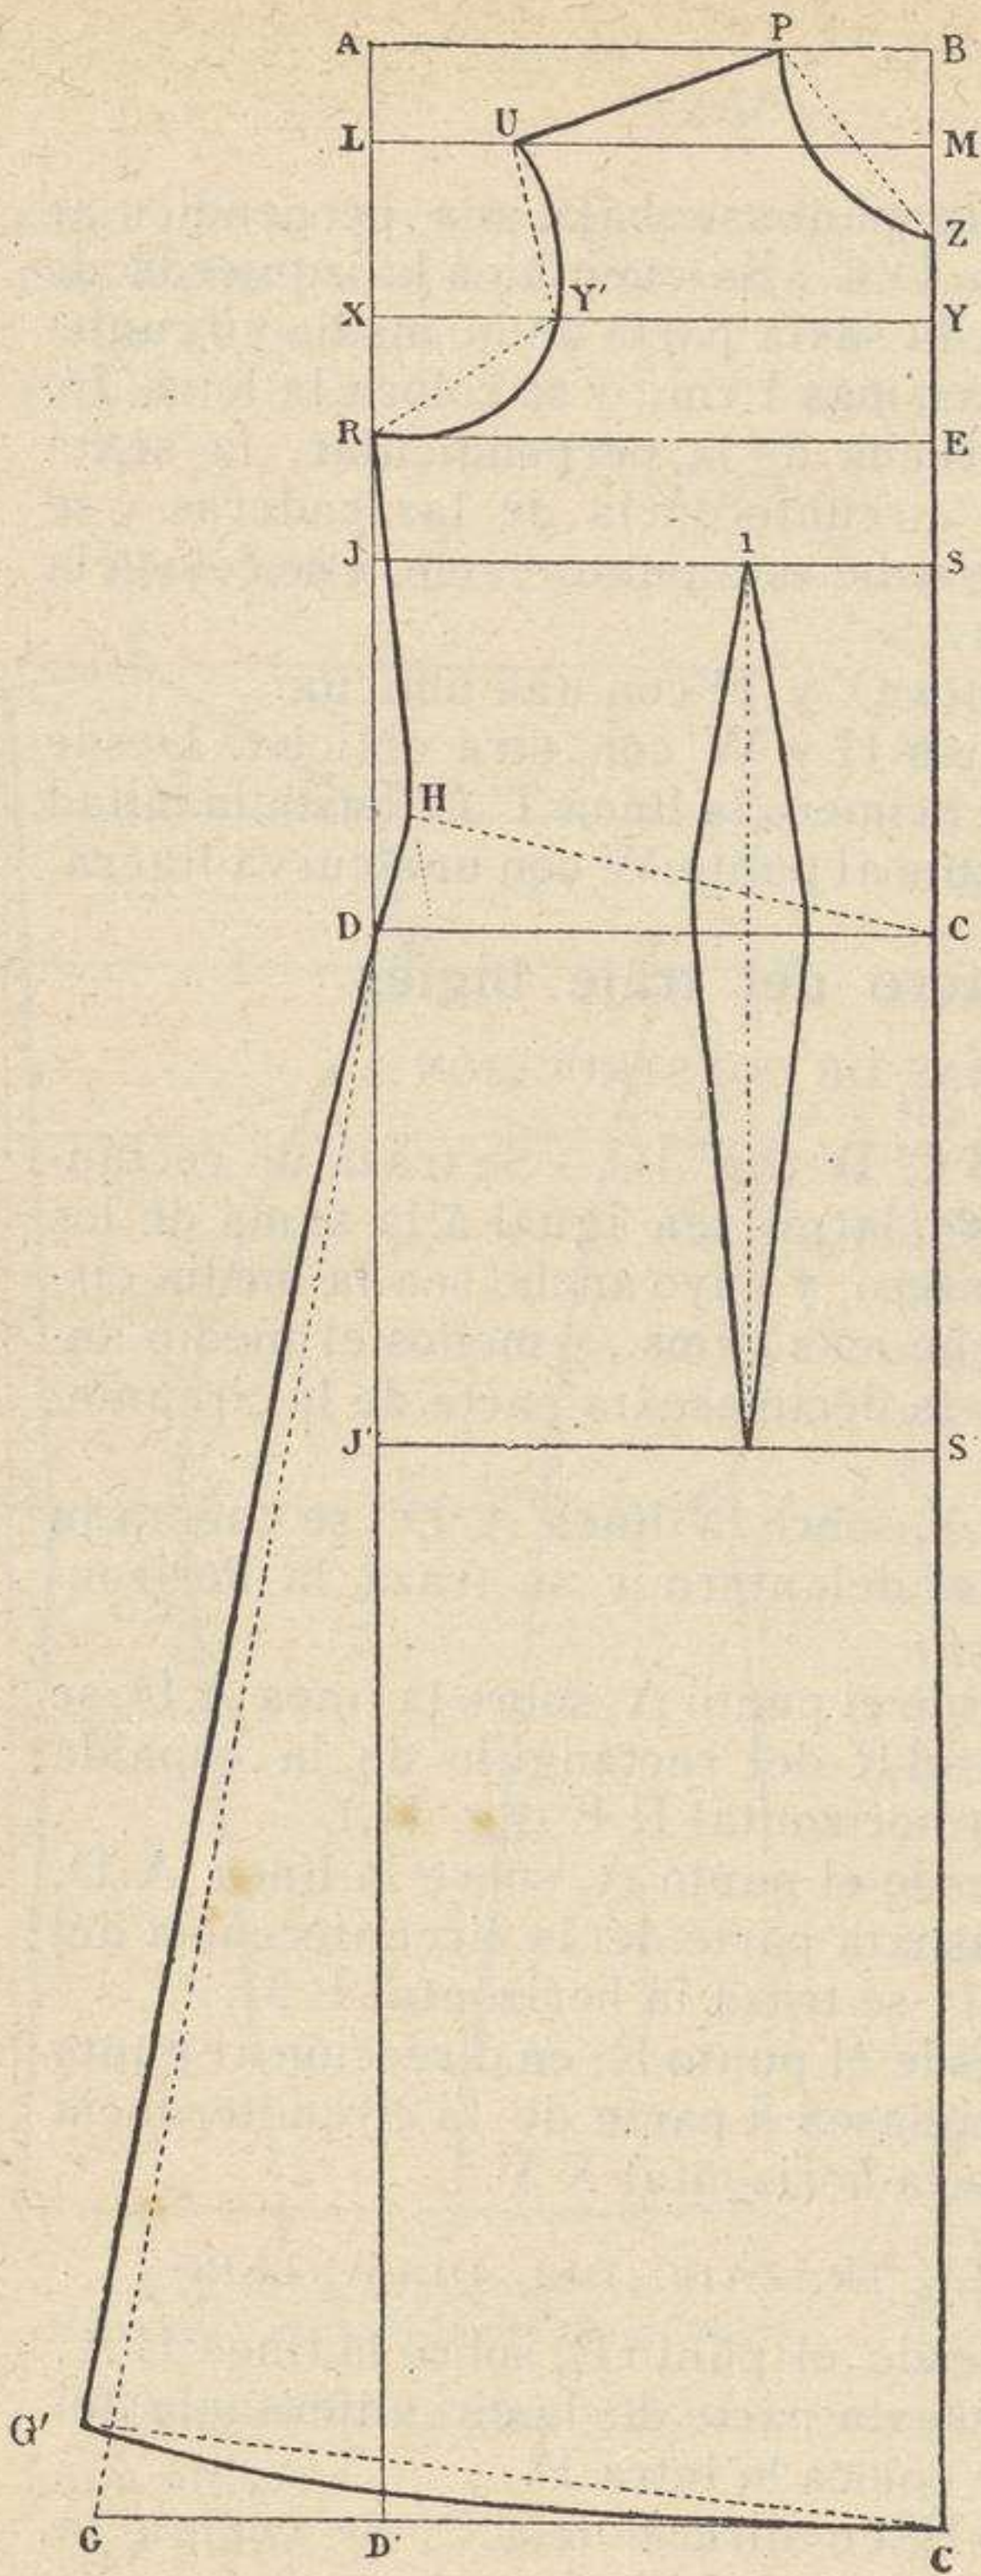

Fig. 41
**Rectángulo A B C' D'** (fig. 41).—Se traza un rectángulo A B C' D', cuyo largo sea igual á la suma de los dos largos del delantero, y cuyo ancho sea la media circunferencia del pecho más 2 cms., y menos el medio ancho de la espalda y la décimasexta parte de la circunferencia del pecho.
**Línea R E.**—Desde el punto A, sobre la línea A D, se cuenta la longitud B R del rectángulo de la espalda (fig. 40) y se traza la horizontal R E (fig. 41.)